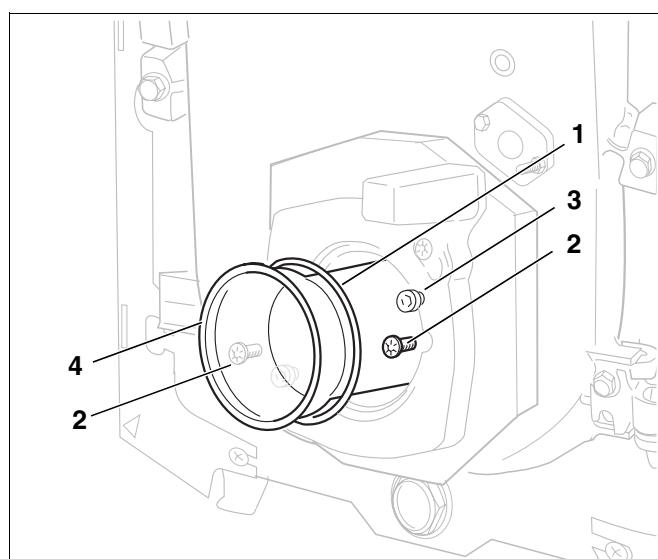

Рис. 30 Замена трубы горелки и проверка герметичности
- Открутить оба крепежных винта (рис. 30, **поз. 2**).
- Установить новую трубу (рис. 30, **поз. 4**) и кольцо (рис. 30, **поз. 1**).
- Надеть горелку на оба болта на фланце (рис. 30, **поз. 3**).
- Повернуть влево до упора и затянуть крепежные болты (рис. 30, **поз. 2**).